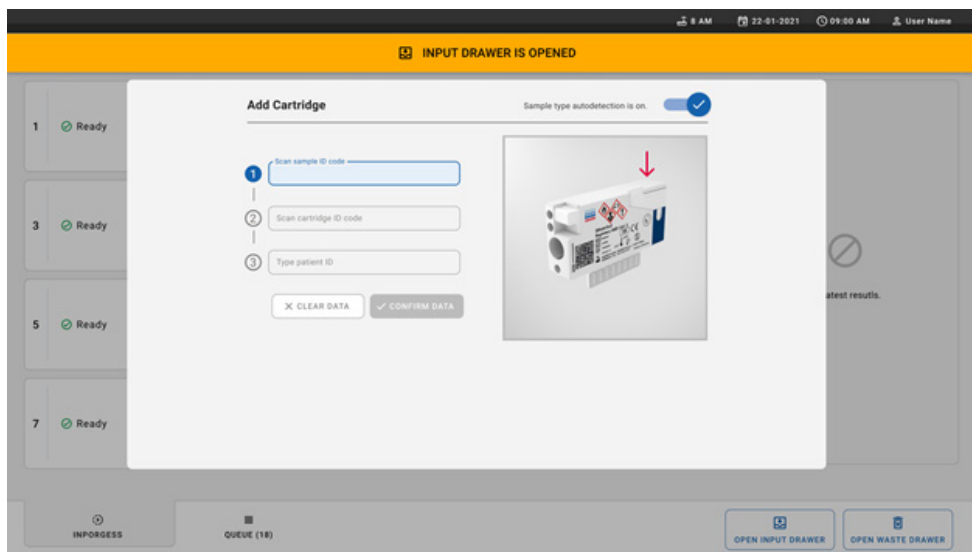

图 23. Scan sample ID（扫描样本 ID）屏幕。
7. 出现 **Add Cartridge**（添加试剂盒）对话框，仪器前面的扫描仪将被激活。在仪器前面扫描 QIAstat-Dx Respiratory SARS-CoV-2 Panel Cartridge 顶部的样本 ID 条形码（箭头所示位置）（图 23）。